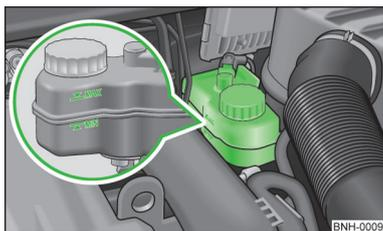

Fig. 101
- Contrôlez le niveau de liquide de frein sur le réservoir » fig. 101. Celui-ci doit arriver entre les marques « MIN » et « MAX ».